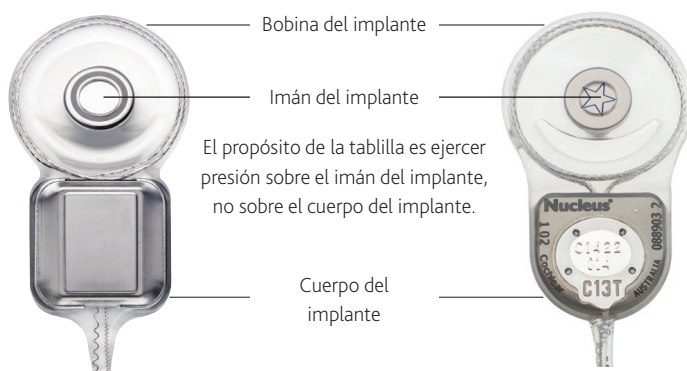

Figura 5: Ubicación del imán del implante en los implantes de la serie CI500 (izquierda) y de la serie CI24RE (derecha)
- Por el tacto: palpe suavemente alrededor de la zona del implante para localizar la posición de la bobina del implante. El implante tiene dos componentes: la bobina redonda del implante y el cuerpo del implante. Consulte la *Figura 5: Ubicación del imán del implante en los implantes de la serie CI500 (izquierda) y de la serie CI24RE (derecha) en la página 61*, mostrados a continuación. El imán del implante se encuentra en el centro de la bobina del implante.
1. Use la tablilla del kit de RMI y céntrela en la zona del imán del implante (de acuerdo con la marca) sobre la piel. Asegúrese de que la tablilla se queda sobre el imán del implante. Consulte la *Figura 5: Ubicación del imán del implante en los implantes de la serie CI500 (izquierda) y de la serie CI24RE (derecha) en la página 61*, mostrados a continuación, para la ubicación del imán del implante. Puede que necesite la ayuda de otra persona para sujetar la tablilla mientras realiza el vendaje. En caso contrario, use el esparadrapo que se suministra para mantener la posición de la tablilla antes del vendaje.